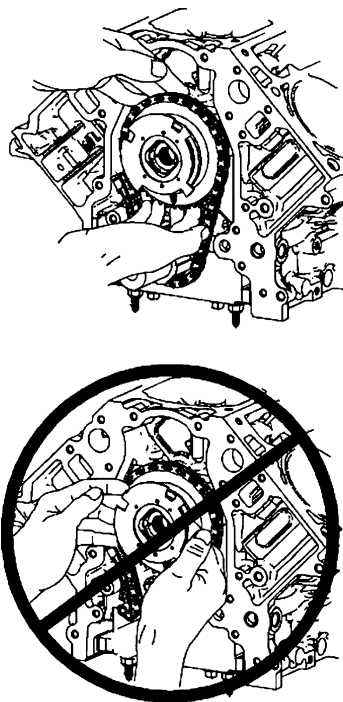

图 20-5 拆卸凸轮轴位置执行器链轮
- 7) 从凸轮轴上拆下凸轮轴位置执行器链轮, 如图 20-5 所示。